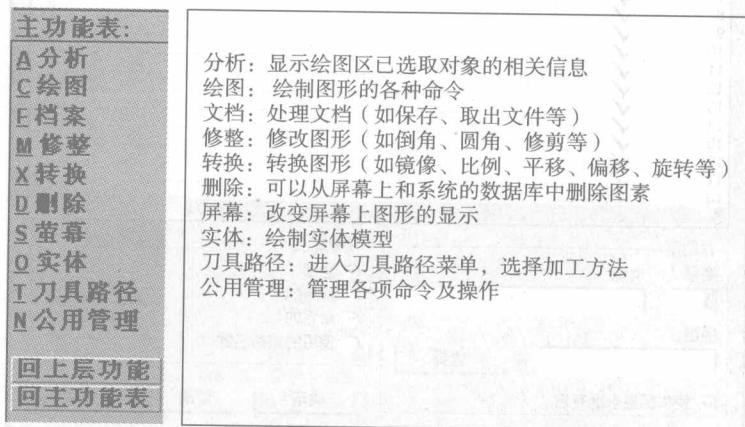

图 1-5 “主功能表” 及命令含义
(3) 主菜单区 MasterCAM 9.0 主要功能全部在此菜单中显示，它共分为十大项，如图 1-5 所示。